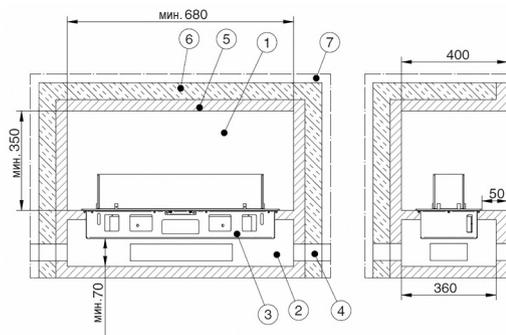

Рис. 28 Минимальные размеры топочной камеры
- В качестве изоляционных материалов используются маты, плиты или оболочки из силикатных изоляционных материалов (камень, шлак, керамические волокна) класса строительных материалов А1 в соответствии со стандартом DIN 4102, часть 1, с максимальной температурой не менее 700°C при испытании по DIN 52271 и с номинальной объемной массой 80 кг/м3. Они должны иметь соответствующий показатель теплоизоляции по AGI-Q 132 (указанная толщина теплоизоляции (рис. 28) соответствует минеральной вате по AGI Q 132).